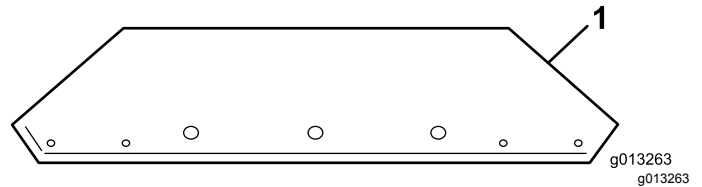

Bild 10
- Nehmen Sie die Fangboxverlängerungen aus der Kiste und identifizieren Sie vorne und hinten (Bild 10 und Bild 11).